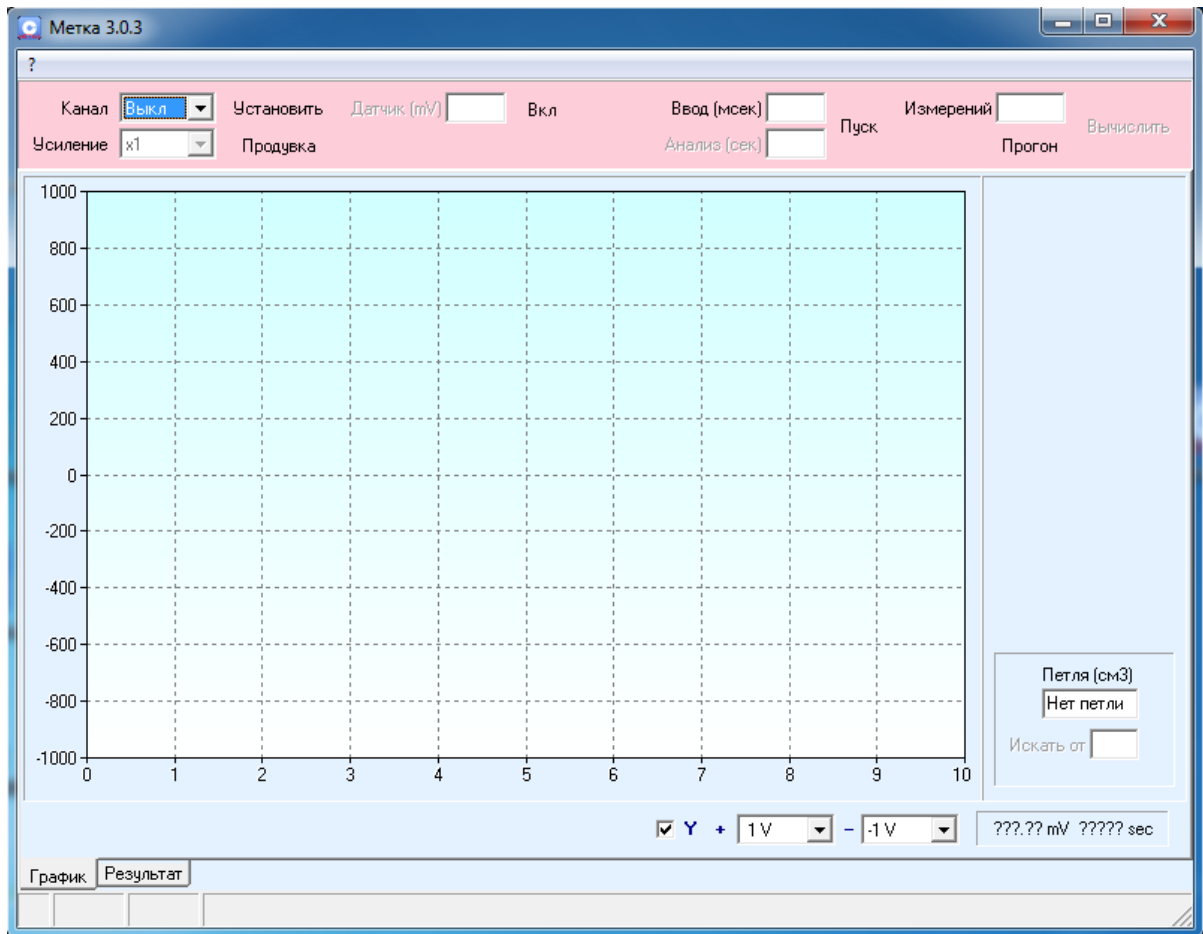

Рис. 2
2.4.2.1 Запустить управляющую программу. Окно управляющей программы показано на Рис. 2.
На вкладке «График» (Рис.2) отображается изменение сигнала датчиков метки потока. По оси ординат – амплитуда сигнала в милливольтках, по оси абсцисс – время в секундах.